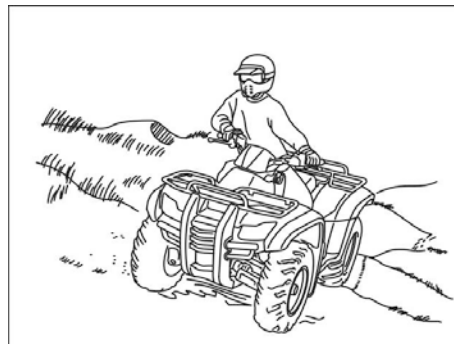

Рисунок 4.4.
5. Если квадроцикл начинает скользить или переворачиваться, немедленно поверните руль вниз по склону или соскочите с квадроцикла в сторону вершины склона (см. рис. 4.4.)